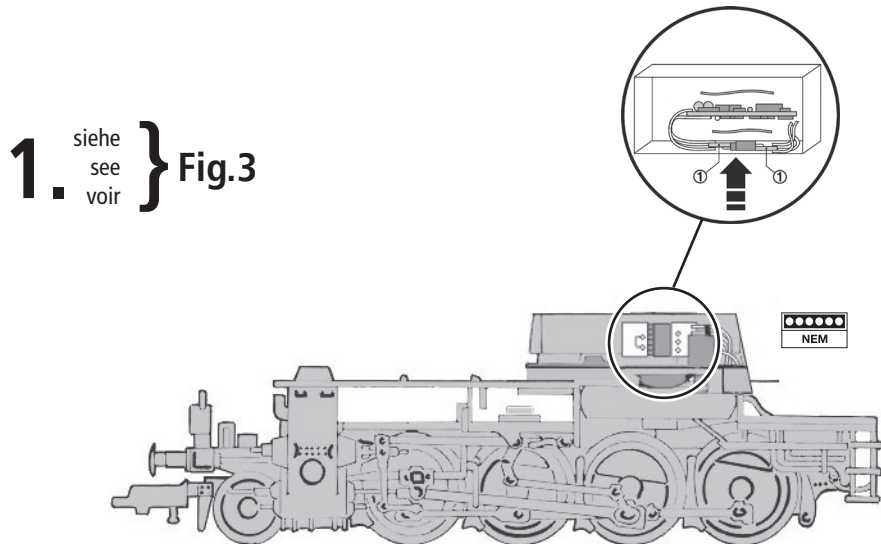

Fig. 8
3. Haftreifenwechsel: Den **Haftreifen** mit einer Nadel oder einem feinen Schraubendreher abziehen. Beim Aufziehen des neuen Haftreifens bitte darauf achten, dass dieser sich **nicht verdreht** (Fig. 8).
3. Change of traction tyre: Remove the **traction tyre** using a pin or a fine screwdriver (fig. 8). When pressing on the new traction tyre please **avoid twisting it**.
3. Échange des bandages d'adhérence: Démontez d'abord le couvercle du carter des engrenages (fig. 11). Envelez les bandages d'adhérence à l'aide d'une aiguille ou d'un tourne-vis fin. Lors du montage des nouveaux bandages veuillez veiller à ce que les bandages **ne soient pas tor-dues** (fig. 8).